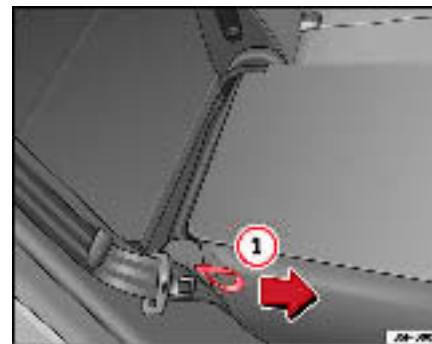

Fig. 99 Rabattre ou relever le dossier de la banquette arrière
- Tirez sur la dragonne latérale de la banquette ⇒ fig. 99 ① dans le sens de la flèche et relevez le dossier jusqu'à ce qu'il s'enclenche dans sa position.